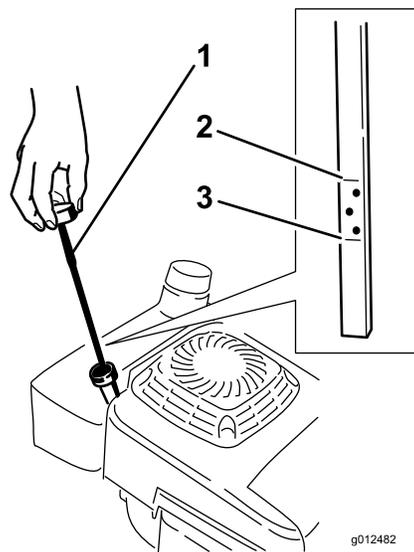

Figura 15
Prima di usare il tosaerba, verificate sempre che il livello dell'olio si trovi fra le tacche Add (rabboccare) e Full (pieno) sull'asta di livello (Figura 15).
2. Pulite attorno all'asta di livello (Figura 15).
6. Rimuovete l'asta e controllate il livello dell'olio sull'asta (Figura 15).